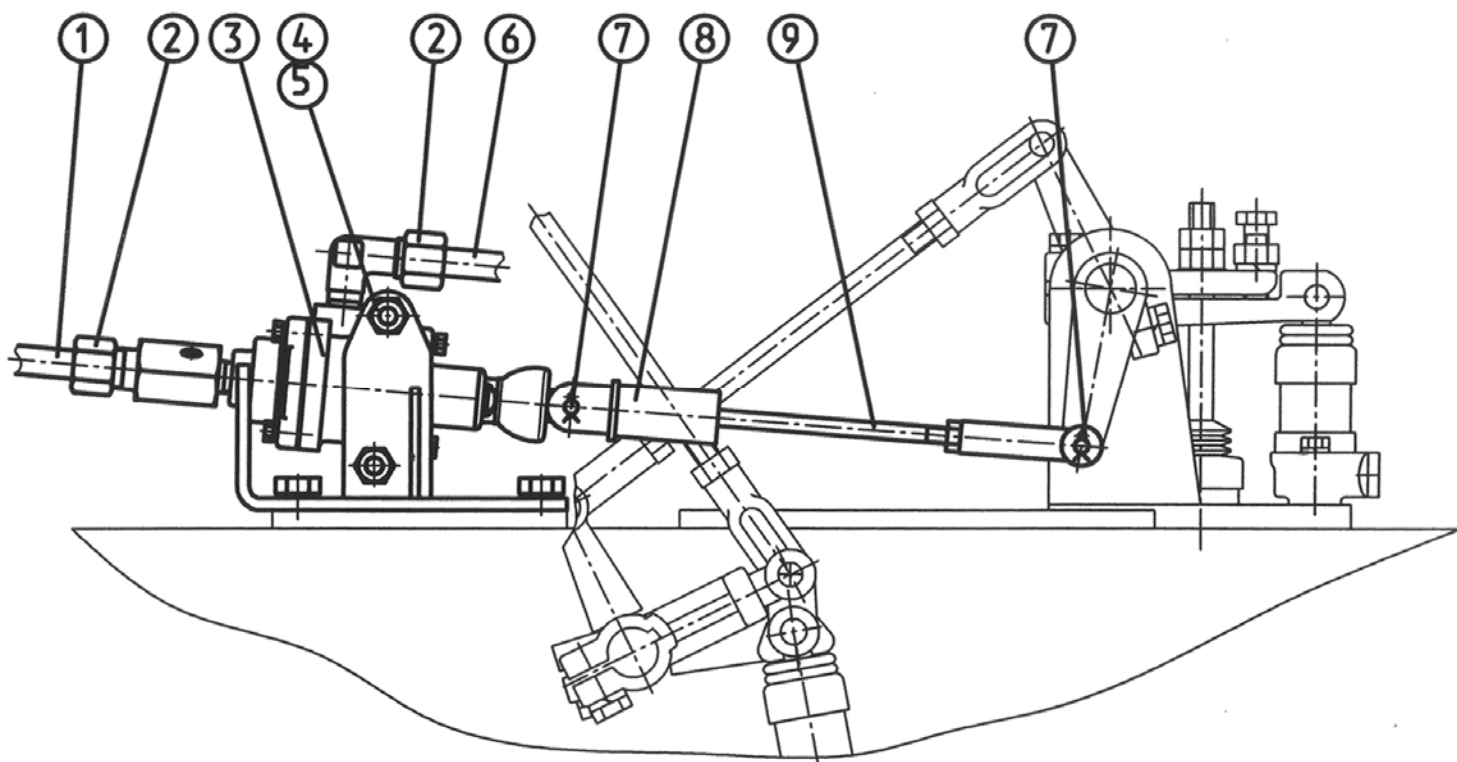

Рис.4.75 Тормозной кран.
- 2.2) отсоедините от тормозного крана (3), (рисунок 4.75), трубопроводы (1), (6);
- 2.3) расшплинтуйте и извлеките пальцы (7), (рисунок 4.75);
- 2.4) снимите тягу (9), (рисунок 4.75);
- 2.5) отверните гайки (4), (рисунок 4.75), выньте болты (5);
- 2.6) снимите тормозной кран (3), (рисунок 4.75).